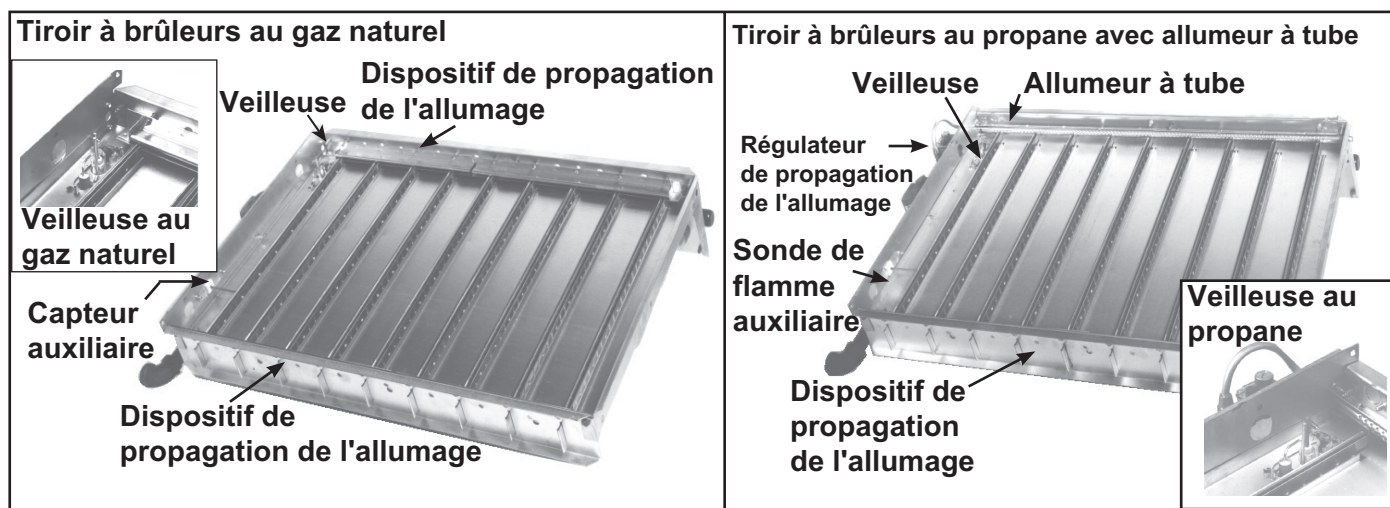

Figure 29. Tiroir à brûleurs typique avec veilleuse
- Les tiroirs à brûleurs au gaz naturel et au gaz propane typiques sont montrées à la Figure 29.